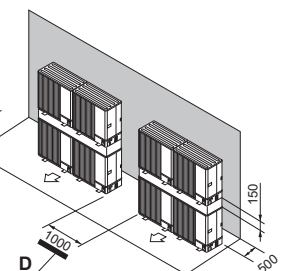

Fig. 2-21
- (7) Disposición de unidad apilada (Fig. 2-21)
- D: Espacio (Fig. 2-21)